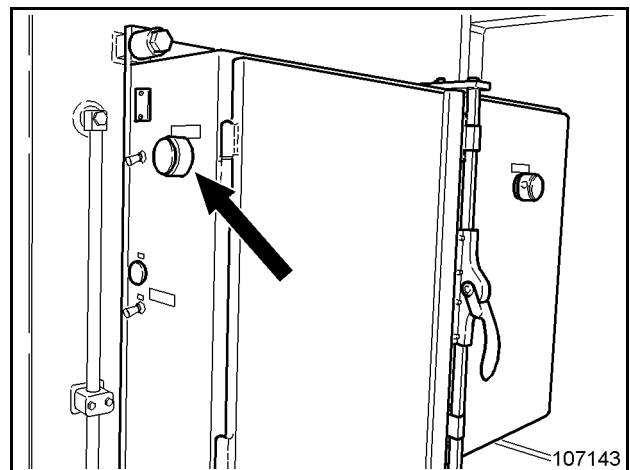

Fig. 2-36:
- en el armario de distribución en el módulo de motores (Fig. 2-36:).